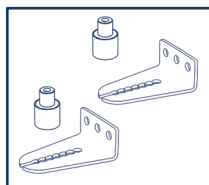
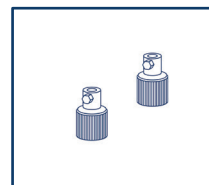

Fig.6
Fig.7
- 2 staffe e 2 morsetti per attacco a parete (Fig.6) o 2 morsettoni per attacco a terra (Fig.7).